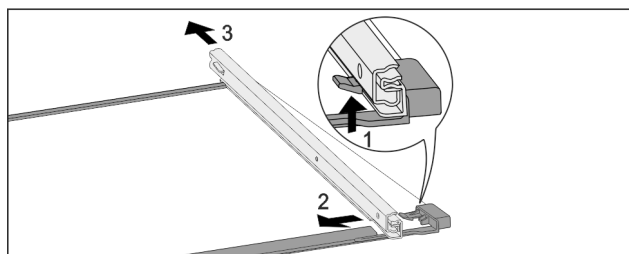

Fig. 180 Skleněná deska s kolejničkami
- ▶ Přední aretační háček zatlačte nahoru. Fig. 180 (1)
- ▶ Výsuvnou kolejničku vysuňte stranou Fig. 180 (2) a dozadu Fig. 180 (3).